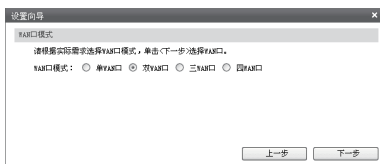

图4-4 WAN口模式
- 4.请根据实际需求选择WAN口模式,如图4-4所示(TL-R473无此界面)。单击“下一步”进入WAN口选择界面。